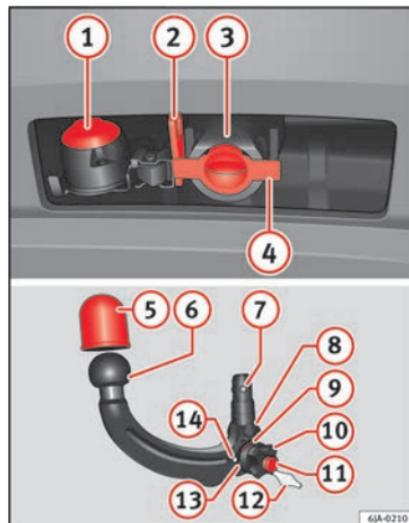

Abb. 195 Halterung der Anhängervorrichtung/ Kugelkopfstange
Legende zu » **Abb. 195**
- Ziehen Sie den Verschlussstopfen der Öffnung der Klemmbuchse **(4)** » Abb. 195 nach unten ab.
- Setzen Sie den Verschlussstopfen der Öffnung der Klemmbuchse **4** » » Abb. 195 auf.